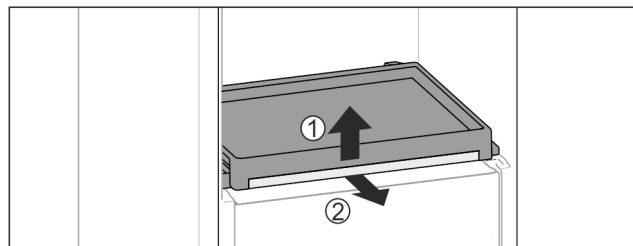

Fig. 111
- ▶ Vyberte vyťahovaciu poličku so sklenenou doskou: Vpredu zľahka nadvihnite sklenú dosku Fig. 111 (1) a vytiahnite ju smerom dopredu Fig. 111 (2).